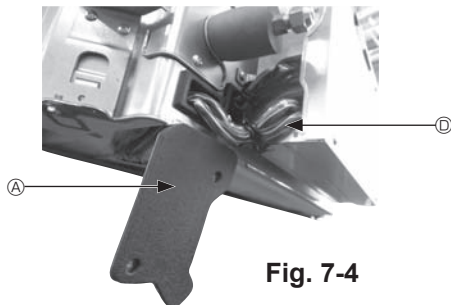

Fig. 7-4
- ① Retire los dos tornillos que sujetan la cubierta de alambre de la unidad principal, y luego abra la cubierta.
- ② Pase los cables del sensor i-See y del receptor de señales por las entradas de cable de la caja de componentes eléctricos, tal como se muestra en el diagrama y alrededor de los casquillos del lado de la unidad principal. (Fig. 7-4)